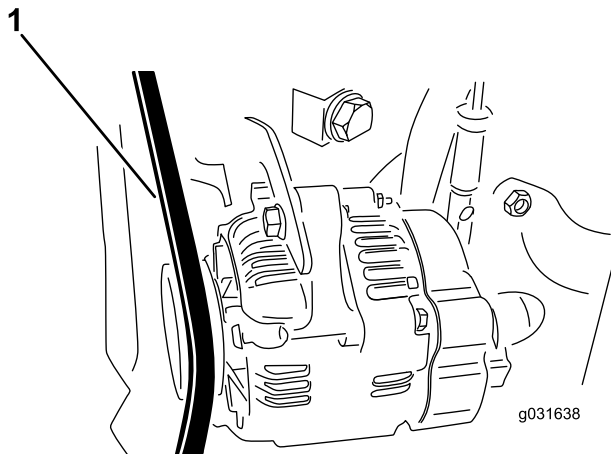

Figura 78
4. Aplique una fuerza de 30 N (22 pulgadas-libra) a la correa del alternador, en el punto intermedio entre las poleas (Figura 78).